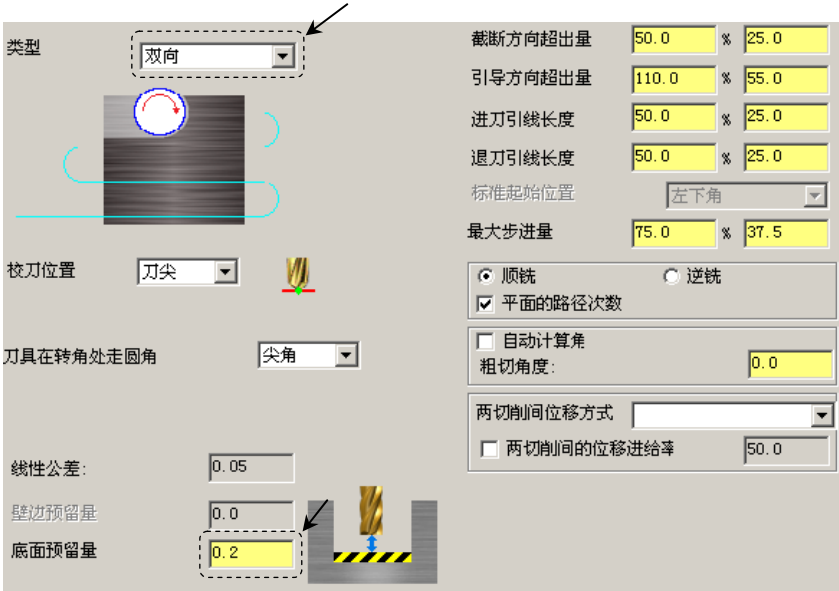

图 22.7 “切削参数”参数设置界面
(1) 完成上步操作后,在“2D 刀具路径-平面铣削”对话框的刀具列表中双击该刀具,系统弹出“定义刀具-机床群组-1”对话框。
(2) 设置刀具号码。在“定义刀具-机床群组-1”对话框中的 **刀具号码** 文本框中,将原有的数值改为 1。
(3) 设置刀具的加工参数。单击“定义刀具-机床群组-1”对话框中的 **参数** 选项卡,在 **进给速率** 文本框中输入值 200.0,在 **下刀速率** 文本框中输入值 100.0,在 **提刀速率** 文本框中输入值 500.0,在 **主轴转速** 文本框中输入值 800.0。
(4) 设置冷却方式。在 **参数** 选项卡中单击 **Coolant...** 按钮,系统弹出“Coolant...”对话框,在 **Flood** (切削液) 下拉列表中选择 **On** 选项。单击该对话框中的  按钮,关闭“Coolant...”对话框。
Step8. 设置加工参数。在“2D 刀具路径-平面铣削”对话框的左侧节点列表中,单击 **切削参数** 节点,设置图 22.7 所示的参数。